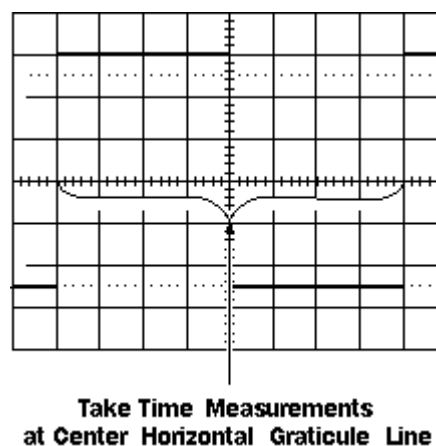

Figura 50: Medição de tempo no eixo horizontal ([Tektronics, 1997a])
Tal como o caso da medição de tensão, a medição de tempo é mais exacta se ajustarmos a velocidade de varrimento de maneira a que a parte do sinal a medir cubra a maior área possível do écran. Adicionalmente, a utilização do eixo horizontal (contendo divisões pequenas) permite aumentar a exactidão das medições de tempo (ver Figura 50).
Para medirmos um determinado intervalo de tempo, devemos contar o número de divisões dessa parte do sinal na escala horizontal do osciloscópio. Tomando como exemplo a forma de onda visualizada na Figura 50, suponhamos que a velocidade de varrimento é de 1 ms/Div. O valor do período (T) da onda quadrada é: